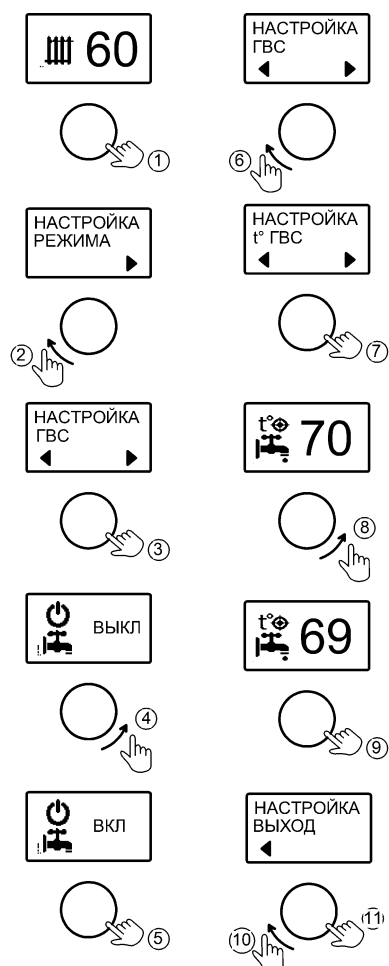

Рисунок 8. Активация и настройка температуры режима «ГВС»
тает в приоритете совместно с другими режимами. Работа возможна при подключении **3-ходового клапана** совместно с **NTC-датчиком** температуры ГВС номиналом 10 кОм, либо совместно с **термостатом** бойлера косвенного нагрева. Рекомендуется использовать модуль управления **ГВС EVAN AQUA**, в состав которого входят 3-ходовой клапан и датчик температуры теплоносителя, оптимально соответствующие электрической схеме котла. Активация режима и настройка температуры показана на рис.8.
10.4 Вкладки **«ГВС»** и **«ТЕМПЕРАТУРА ГВС»** предусмотрены для включения/выключения режима ГВС и настройки температуры (см. рис. 8). Индикация «ВКЛ» означает разрешение на работу режима ГВС. Индикация «ВЫКЛ» запрещает работу режима «ГВС».